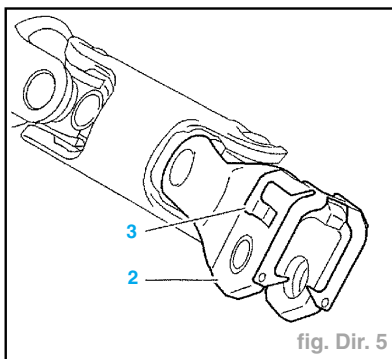
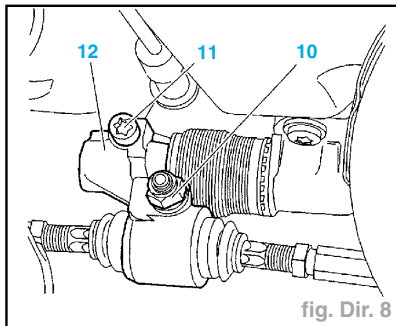

fig. Dir. 5
fig. Dir. 8
- Déposer l'agrafe (3) ; à l'aide d'un tournevis (fig. Dir. 5).
- Engager le cardan (2) sur la queue du pignon de direction (orienter le méplat du pignon de direction vers la vis) (fig. Dir. 5).
- déposer l'agrafe (3) ; à l'aide d'un tournevis (fig. Dir. 5),
- dégager, latéralement, le cardan (2) de la queue du pignon de direction.
- Débloquer la fixation (10) du vérin d'assistance de direction (fig. Dir. 8).
- le tube d'alimentation (14) : serrer à **2,5 daN.m**,
- le tube de retour (13) : serrer à **2,5 daN.m**,
- la chape (12) sur la direction (fig. Dir. 8).
- Poser la fixation (10) du vérin d'assistance de direction.
- Accoupler la chape (12) sur la crémaillère de direction.
- Poser la vis (11) : serrer à **8 daN.m**.
- Serrer l'écrou (10) à **8 daN.m**.
- Poser l'agrafe (3).